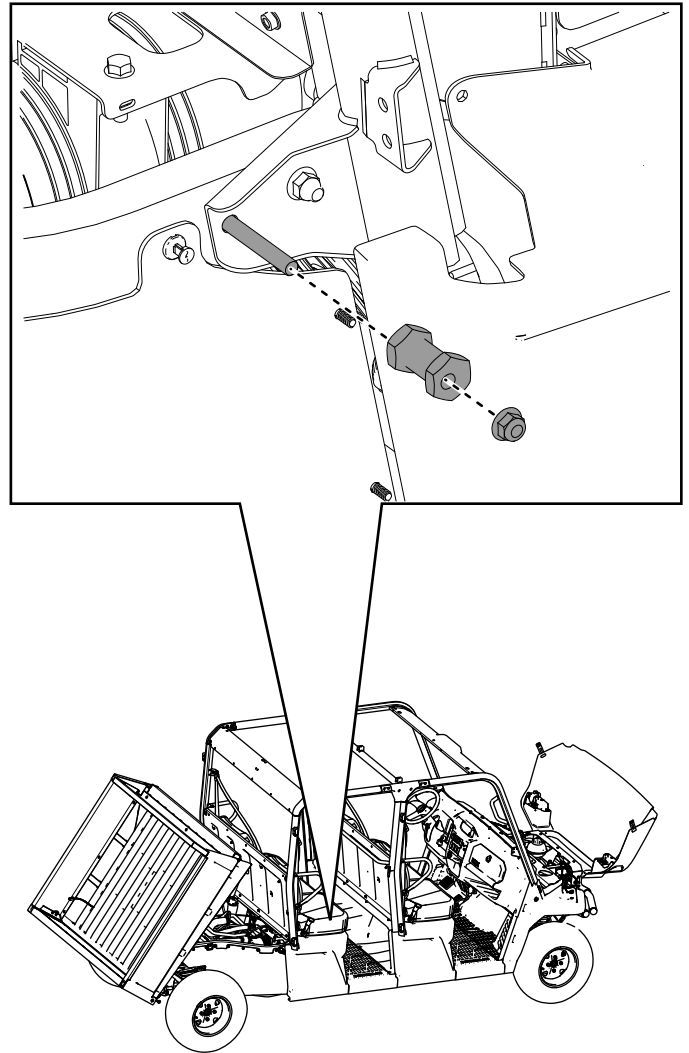

Bild 56
29. Bringen Sie die zuvor entfernten Sicherungsmuttern ($\frac{3}{8}$ ") und Verriegelungsstifte am rechten und linken hinteren Rahmenrohr an (**Bild 56**).